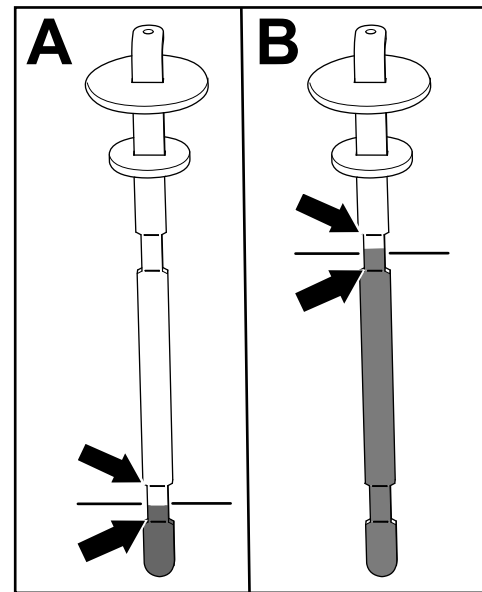

Figure 80
5. Ressortez la jauge et vérifiez le niveau de liquide (Figure 80).
- **Si l'unité de coupe est montée sur la machine :** le niveau de liquide hydraulique est correct quand il se situe entre les 2 repères inférieurs sur la jauge (A de la Figure 80). Il est également acceptable que le niveau de liquide dépasse les repères inférieurs.
- **Si le kit flexible d'accessoire à entraînement hydraulique est monté sur la machine :** le niveau de liquide hydraulique est correct quand il se situe entre les 2 repères supérieurs sur la jauge (B de la Figure 80).